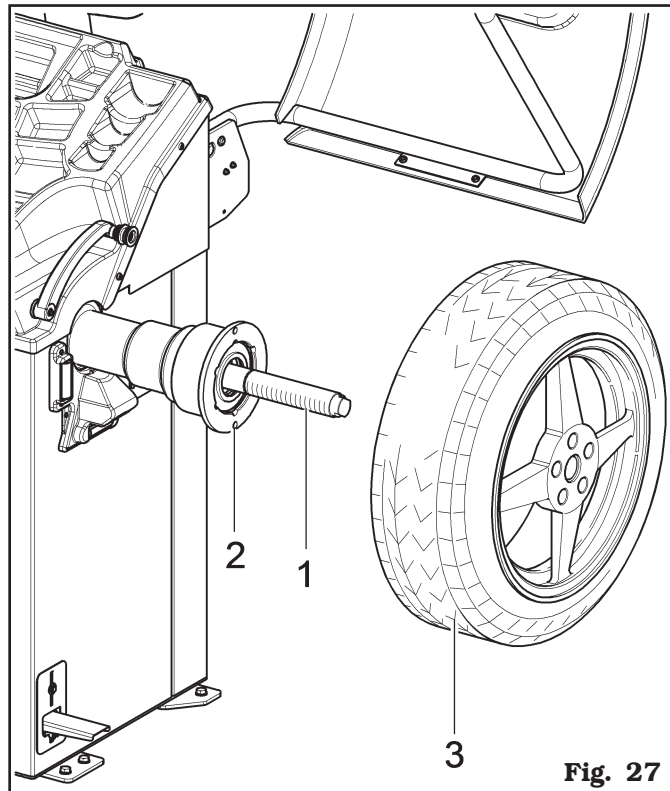

Fig. 27
5. Rengör spindeln (**Fig. 27 ref. 1**) innan hjulet monteras.
6. Montera hjulet (**Fig. 27 ref. 3**) med fälgens insida vänd mot balanseringsanordningen, tills den kommer att stå mot stödfälsten (**Fig. 27 ref. 2**).